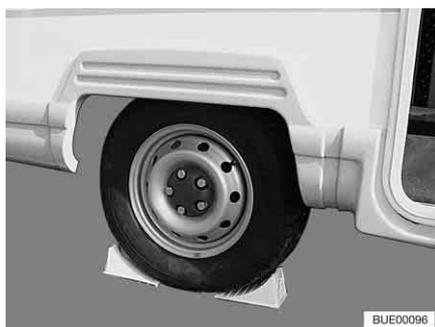

Fig. 255 Calce o veículo
- Calce o veículo com niveladores de rodas ou objetos adequados semelhantes na roda do lado oposto, para travar o veículo (Fig. 255).